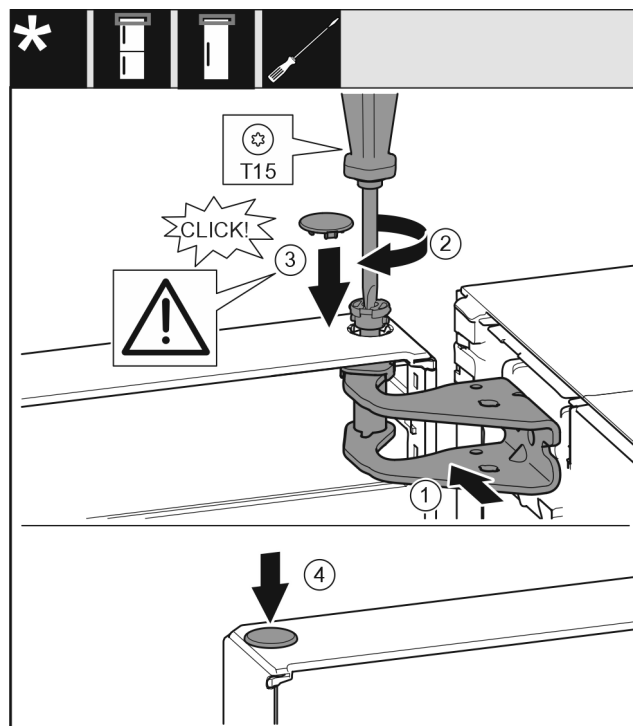

Fig. 21
- ▶ Aligner la porte en haut sur l'ouverture du support de palier Fig. 21 (1).
- ▶ Insérer l'axe Fig. 21 (2) et le serrer avec un tournevis.
- ▶ Installer le couvercle Fig. 21 (3).
- ▶ Vérifier que le couvercle Fig. 21 (3) repose bien sur la porte.
- ▶ Installer le couvercle Fig. 21 (4).